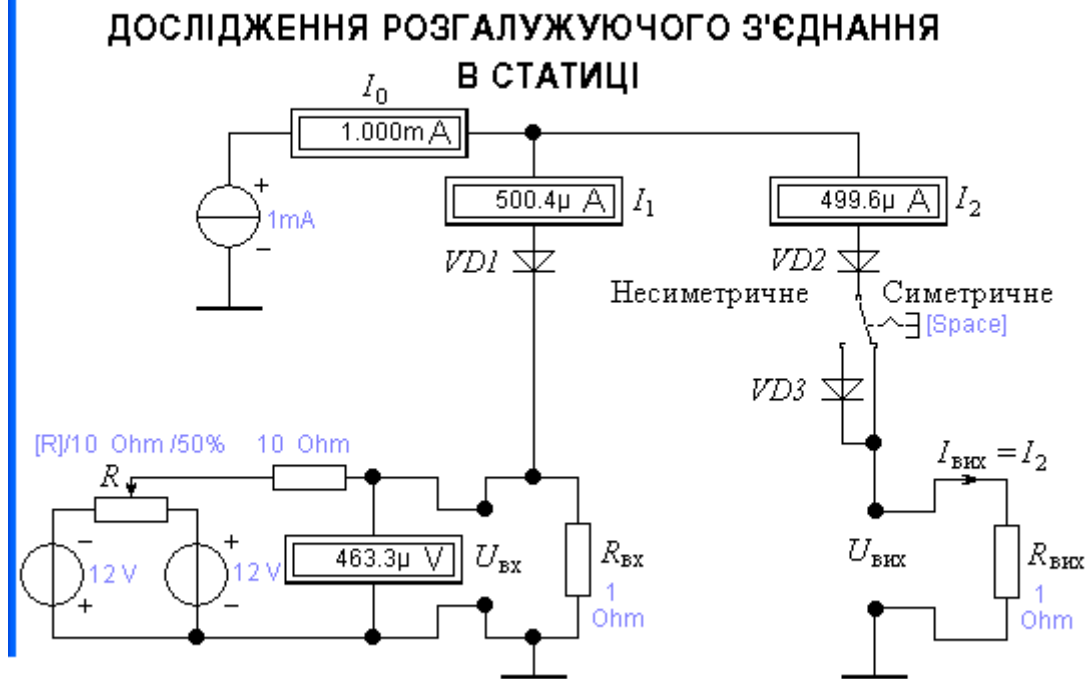

Рис. 7. Схема лабораторного стенда
4.1.1. Відкрийте файл “№ Ф2.1 Розгал. стат.” (рис. 7).
4.2.1. Виконайте симетричне з'єднання переведенням перемикача у положення „Симметр” клавішею *Space* (рис. 7).
4.3.1. Підімкніть третій діод $VD3$ переведенням перемикача у положення „Несиметричне” клавішею *Spase* (рис. 7) й повторіть маніпуляції за п. 4.2.2 для несиметричного РЗ.